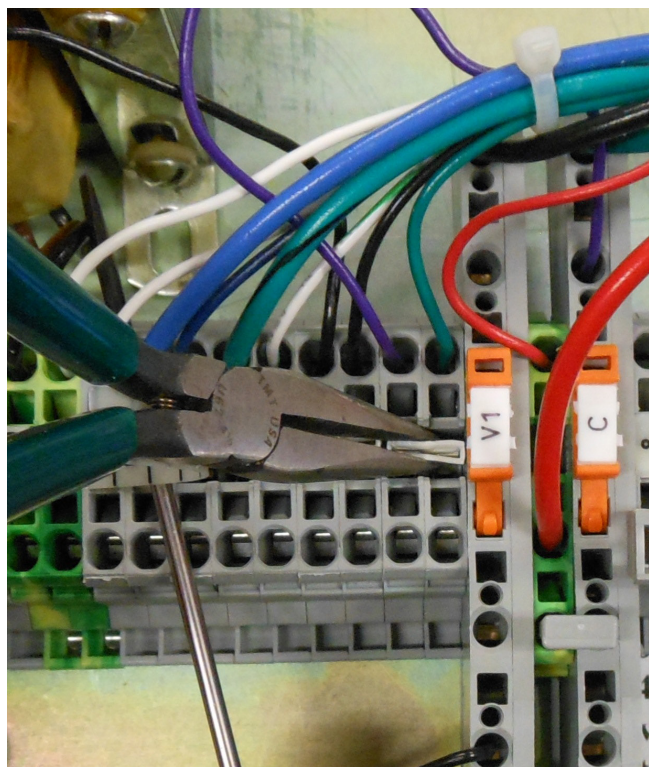
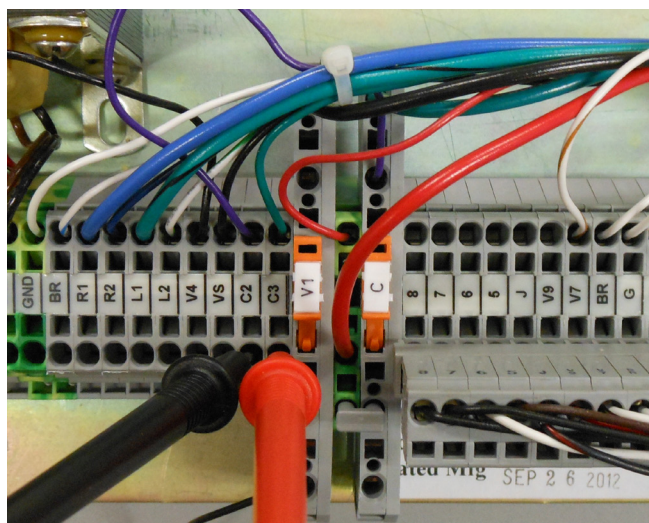

Figure 24. Retirer le cavalier d'entre les bornes C2 et C3
Figure 25. Points de connexion du milliampèremètre
7. Retirer le cavalier d'entre les bornes C2 et C3, à la gauche de l'interrupteur V1 sur le bornier TB3 du panneau arrière. Voir la Figure 24. Placer un milliampèremètre entre ces bornes. Voir la Figure 25.